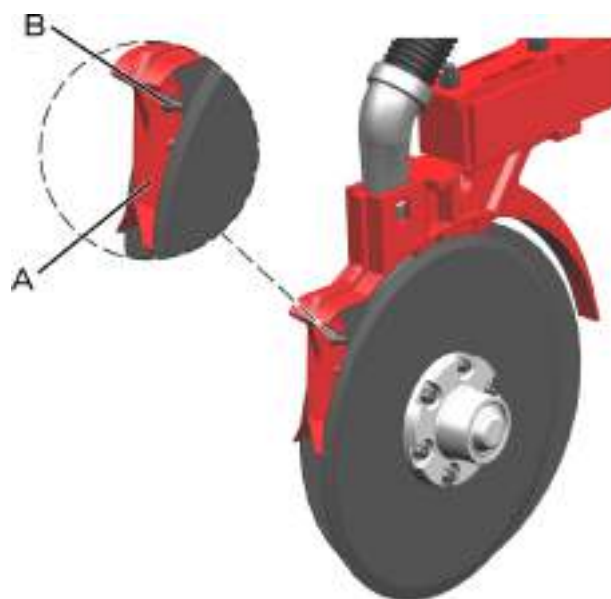

fig. 116
Realize periodicamente a regulagem dos limpadores (A) (*fig. 116*) dos discos duplos defasados. Para fazer o ajuste dos limpadores, aperte o parafuso (B) e a porca (C).